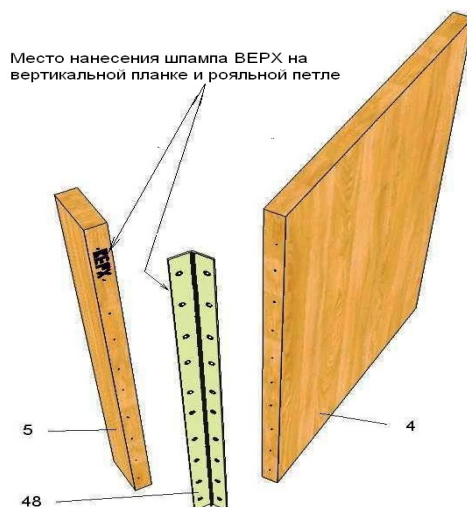

Рис.2
**Условие правильной установки рояльной петли: планка и рояльная петля устанавливаются друг к другу плоскостями, на которых нанесен штамп ВЕРХ ( рис.2);**